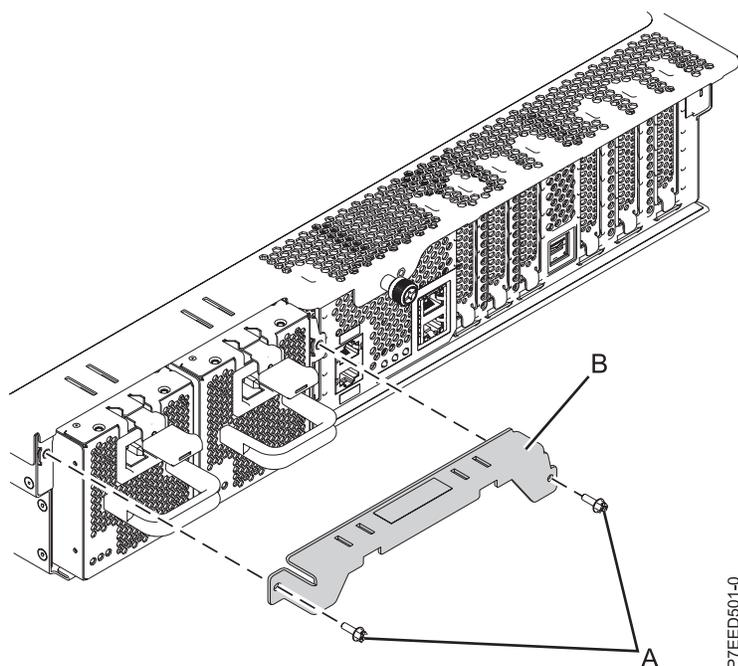

Figura 20. Extracción de la abrazadera de envío
1. Extraiga la pieza de sujeción de envío de la fuente de alimentación (si existe), tal como se muestra en la Figura 20. Asegúrese de que las fuentes de alimentación se hayan reasentado.